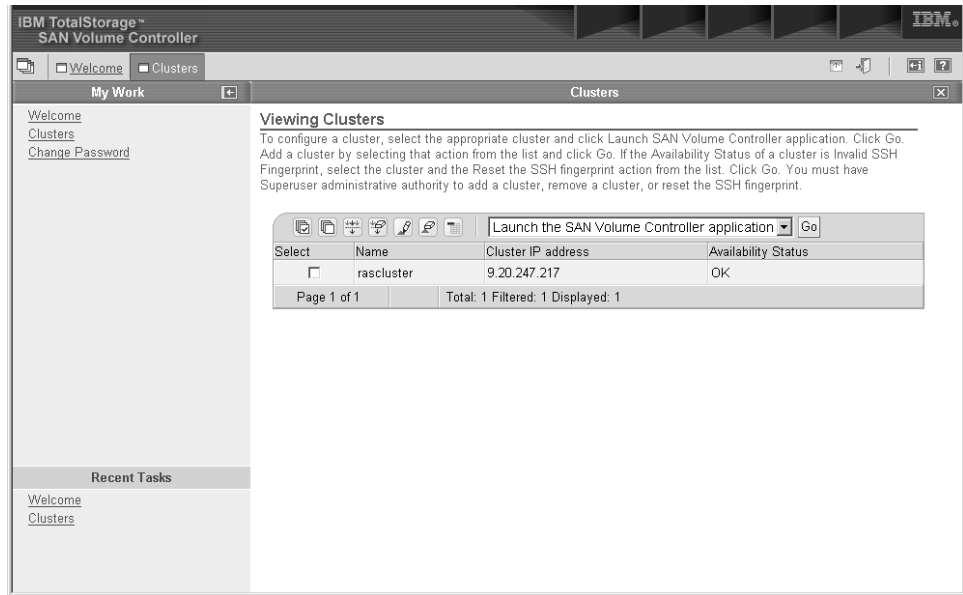

图 21. SAN Volume Controller View Cluster 面板
3. 从左边的导航菜单里选择 **Clusters** 访问您需要的配置和服务工具，并查看显示在第 5 页的图 21 中的内容。